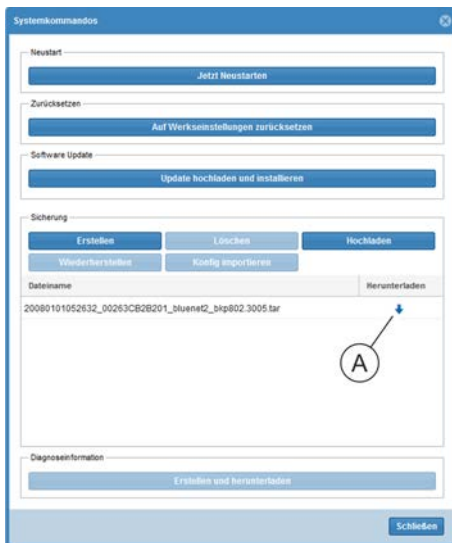

Abb. 260: Fenster "Systemkommandos"
2. ➔ Im Feld "Herunterladen" auf den Pfeil klicken (Abb. 260/Ⓐ) und einen Speicherort für die Sicherungsdatei auswählen und bestätigen.